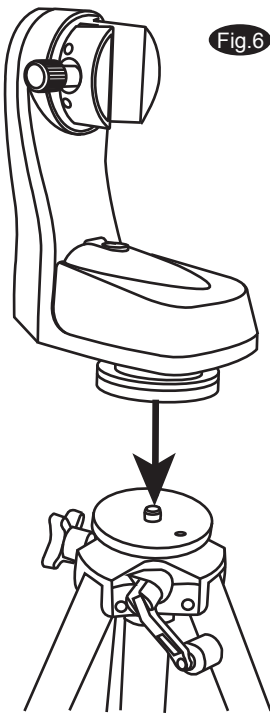

Fig.6
1. Vissez fermement la monture multifonctions sur la tête du trépied à l'aide de la vis au pas 3/8" (Fig. 6).